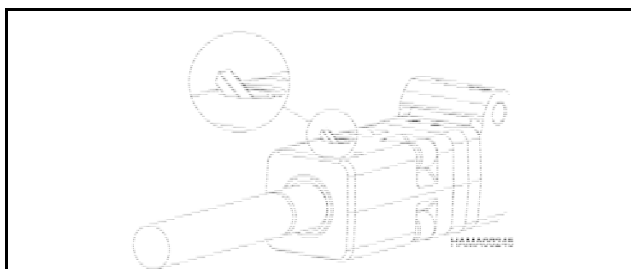

Figura 4
- a. Mientras se deforma el anillo de retención como se muestra en la Figura 4, presiónelo parcialmente dentro de la ranura.